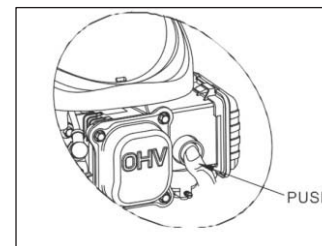

Fig. 2A
a) Presione el cebador rojo entre 3 y 5 veces (Fig. 2A)